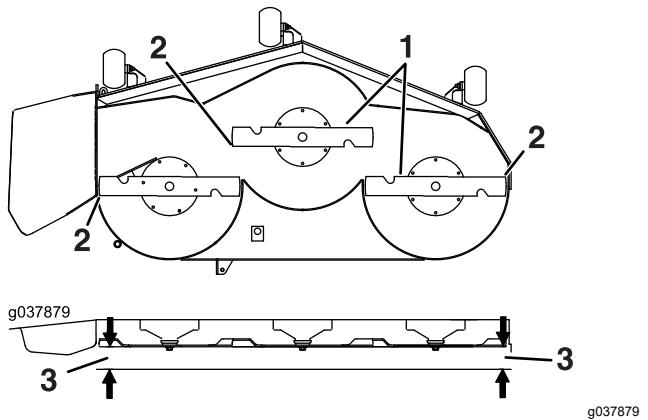

Figure 104
6. Mesurez la distance entre la pointe des lames et le sol plat (Figure 104). Si les deux mesures diffèrent de plus de 5 mm (3/16 po), ajustez l'horizontalité des lames; poursuivez cette procédure.
- 14. Tournez prudemment les lames pour qu'elles soient parallèles dans le sens transversal (Figure 104).